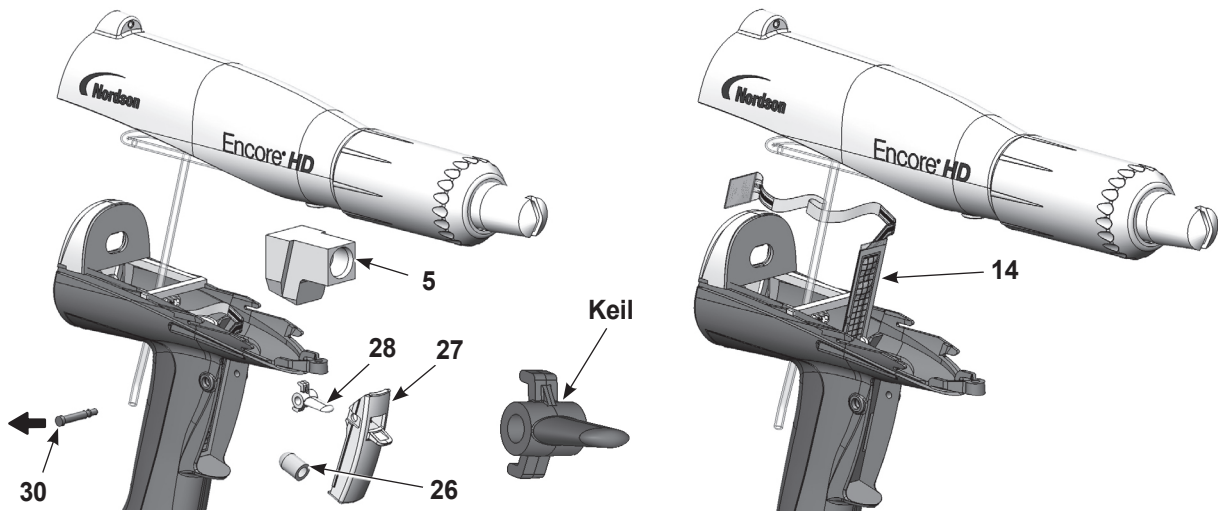

Abbildung 17 Auslöserschalter ersetzen
1. Siehe Abbildung 17. Den neuen Schalter (14) auf das Gitter zur Applikatorvorderseite ausrichten, dann vorsichtig das rechteckige untere Ende des Schalters durch den Schlitz im Griff führen.
4. Den Spülauslöser (28) im Sprühauslöser (27) installieren; dabei darauf achten, dass der Keil wie abgebildet nach oben zeigt. **Den Spülauslöser nicht verkehrt herum installieren.**
5. Die Auslöser im Griff platzieren und in Position halten, während die Achse (30) durch Griff und Auslöser gedrückt wird, bis der Kopf der Achse bündig mit dem Griff abschließt. Bei korrektem Vorgehen rastet die Achse in der richtigen Position ein.